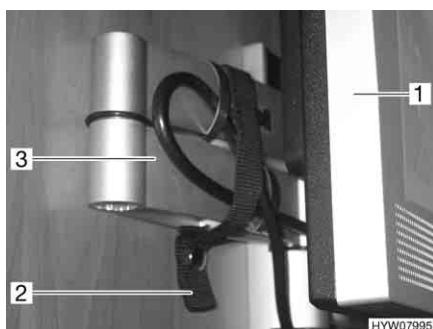

Fig. 9 Televisore (schermo piatto) con braccio snodato
- Inclinare il televisore (Fig. 9,1) nella posizione iniziale.
- Assicurare il braccio snodato (Fig. 9,3) con la cintura di ritegno (Fig. 9,2).